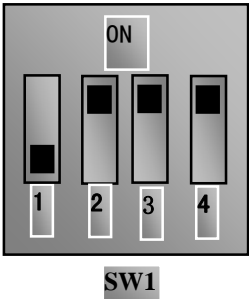

图 4-4 拨码开关
(5)对于三相变频器控制端子排附近有一四位红色拨码开关 SW1，如图 4-4 所示。拨码开关的作用是选择模拟量输入端子 AI1、AI2 的输入范围（0~5V/0~10V/0~20mA）。实际使用时通过 F203 来选择模拟量输入通道。按图示把开关 1 拨到 OFF、3 拨到 ON 位置，选择 AI1 通道 0~10V 电压调速。